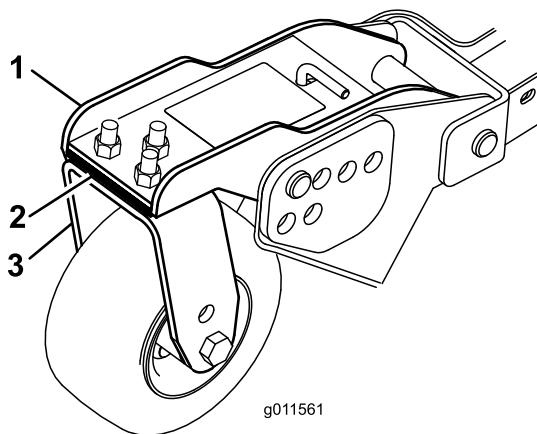

Figure 79
- Enlevez les vis et écrous de fixation de la roue pivotante à la fourche (Figure 79).